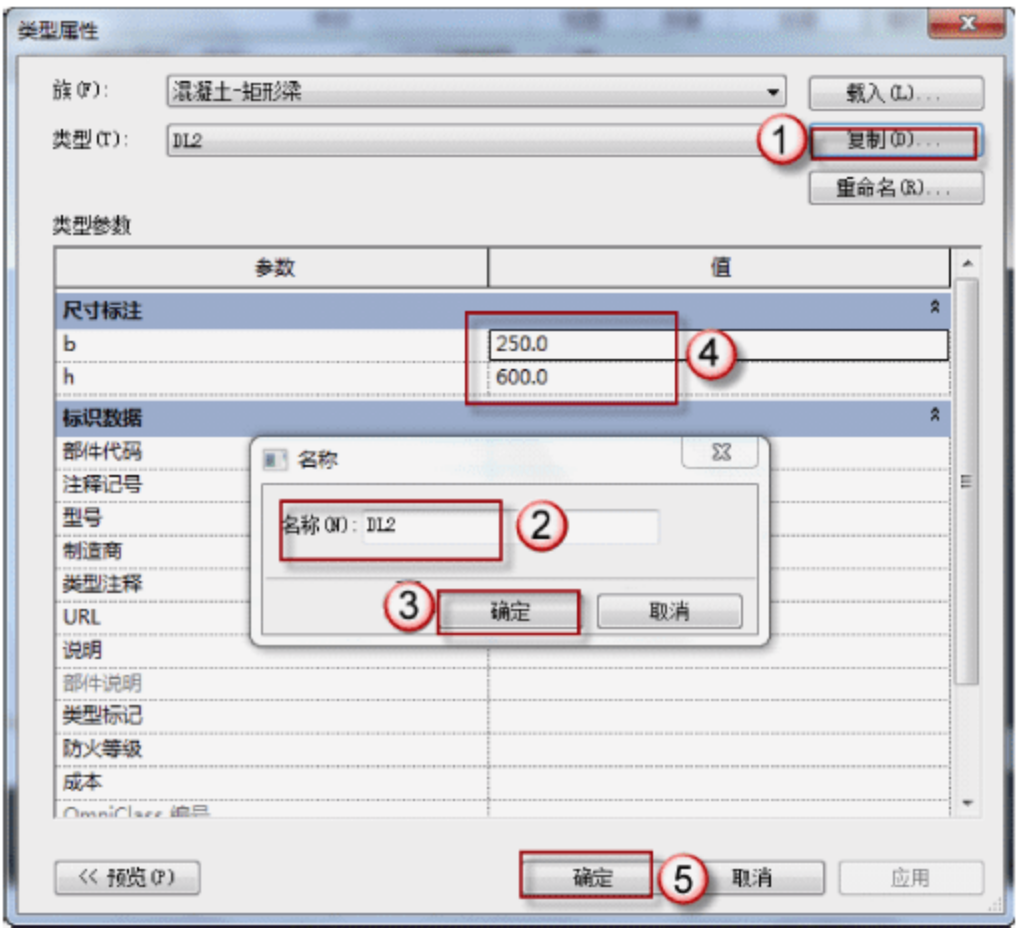

图 3.1.52 编辑 DL2 信息
(6) 设置 DL2。选择“结构”→“梁”→“编辑类型”命令，在弹出的“类型属性”对话框中，单击“复制”按钮，在弹出的对话框中输入 DL2，单击“确定”按钮。在“尺寸标注”栏中输入 b、h 的尺寸，单击“确定”按钮，如图 3.1.52 所示。